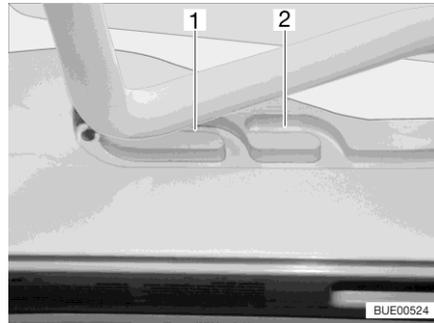
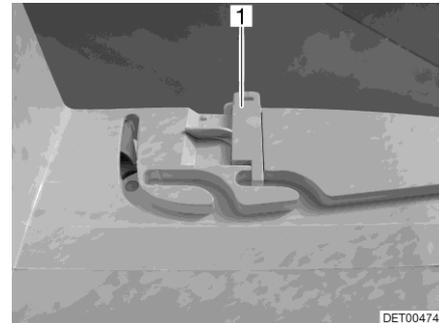

Fig. 116 Glissière (position de ventilation)
Fig. 117 Verrouillage (position de ventilation)
Il est possible d'amener le lanterneau Heki en deux positions de ventilation : Position pour mauvais temps (Fig. 116,1) et position intermédiaire (Fig. 116,2). Selon l'équipement, il est possible de verrouiller le lanterneau en position intermédiaire avec les deux verrous (Fig. 117,1) à gauche et à droite du cadre du lanterneau.
- Pousser légèrement l'étrier vers le haut, le pousser dans la glissière choisie (Fig. 116,1 ou 2) et le verrouiller si nécessaire.